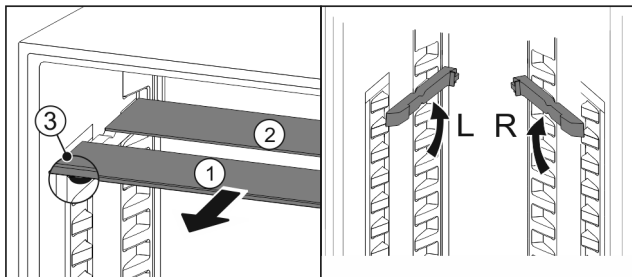

Fig. 162
- Skleněné desky jednotlivě vytáhněte dopředu Fig. 162 (1).
- Skleněná deska Fig. 162 (1) s ozdobnou lištou leží vpředu.
- Zárážky Fig. 162 (3) směřují dolů.